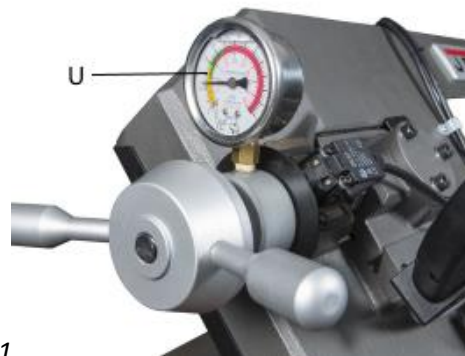

Рис.11
Поворачивайте ручку натяжения до тех пор, пока не будет достигнуто нужное натяжение пилы на шкале натяжения (U) зеленого цвета. (рис.11)